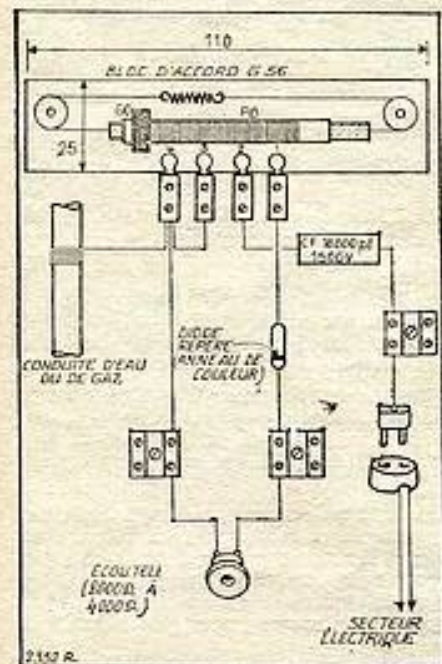

Fig. 1. — Plan de câblage.
matières (porcelaine, matière plastique, etc.). La nature importe peu, car ils sont toujours constitués par un isolant. Par contre, pour la connexion allant du condensateur fixe (CF) à la fiche prise de courant, ainsi que celles des écouteurs, il est préférable d'utiliser des serre-fils bipolaires avec trou central pour leur fixation par vis à bois. La fiche prise de courant et les écouteurs étant mobiles, il est préférable que lesdits serre-fils soient fixés sur la plaquette du montage (contre-plaqué de 4 mm), afin que la construction soit solide (fig. 1).
A l'axe de ce bloc est fixé un bouton à vis (se procurer ce dernier en même temps que le bloc). Ensuite les trois serre-fils bipolaires sont fixés à l'aide d'une petite vis à bois, sur la plaquette en contre-plaqué et aux emplacements adéquats (fig. 1). Une fois que le câblage sera terminé, cette plaquette sera fixée à l'aide de quatre petites vis à bois, sur une boîte en bois de mêmes dimensions, qui lui servira de coffret.